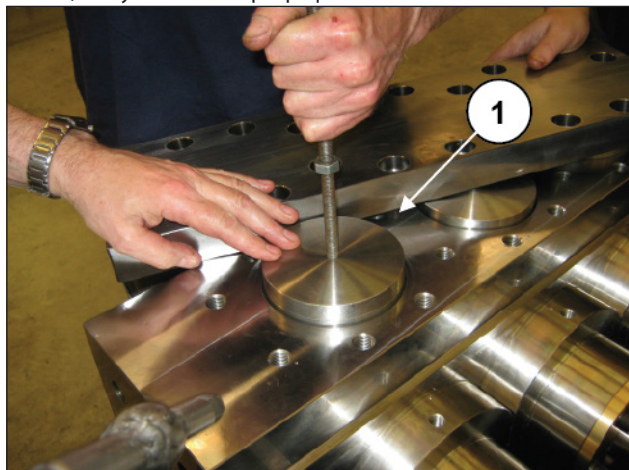
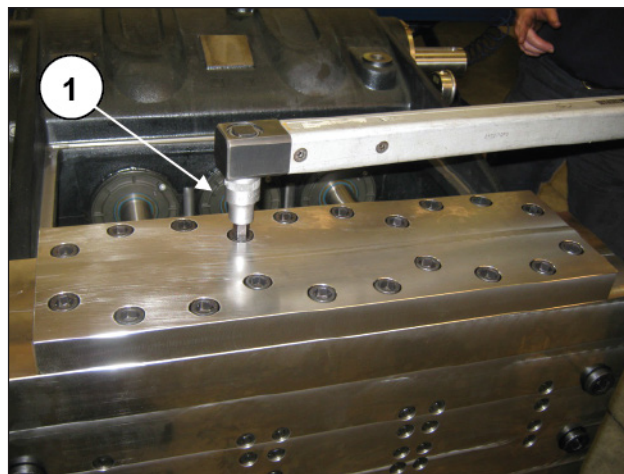

Рис. 195
Рис. 196
Вставьте пробки клапанов в сборе с уплотнительными кольцами O-ring и предохранительными кольцами, установите крышку клапанов (поз. ①, Рис. 195) и закрутите 24 винтов M16 (поз. ①, Рис. 196). Откалибруйте винты M24 с помощью динамометрического ключа, как указано в параграфе 3.